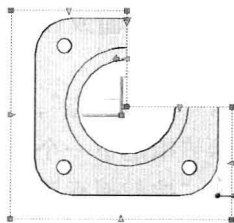

图 9-3-16
(15) 双击截面对象，显示剖切的效果如图 9-3-16 所示。